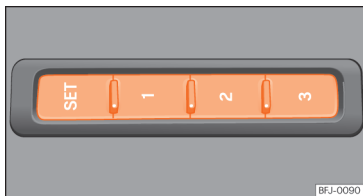

Рис. 101 Зовнішня боковина сидіння водія: клавіші пам'яті налаштувань
- Увімкніть нейтральну передачу (N).
- Натисніть і тримайте клавішу **SET** понад секунду >>> **рис. 101**.